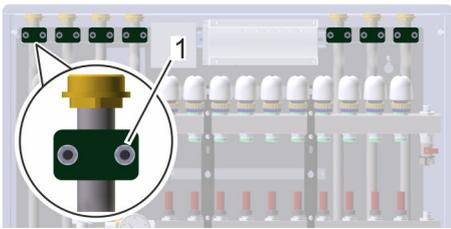

Abb. 32: Rohrbefestigungen lösen
2. ➔ Mit einem Innensechskantschlüssel alle Rohrbefestigungen (Abb. 32/1) des Heizungsmoduls anlösen.